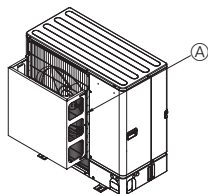

Fig. 2-5
- 2) Dacă unitatea este instalată în zone în care vânturile puternice ale unui taifun, etc. pot intra direct în gura de evacuare, instalați un sistem opțional de ghidare a aerului. (Fig. 2-5)